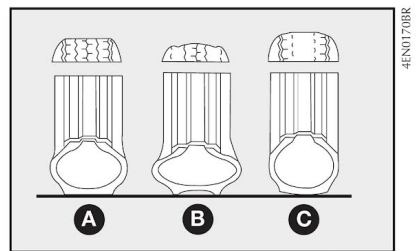

fig. 22
Uma pressão errada provoca um desgaste anormal dos pneus fig. 22.
**Uma pressão errada provoca um desgaste anormal dos pneus fig. 22.**